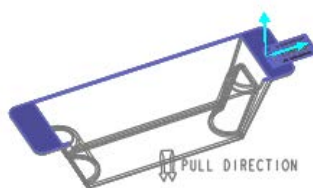

图 12.32 合并方向
- (1) 按住 Ctrl 键,选取 Step3 中创建的拉伸曲面和复制面组。
(2) 单击 **分型面** 功能选项卡 **编辑** 区域中的  合并 按钮,此时系统弹出“合并”操控板。
(3) 在“合并”操控板中单击 ,合并方向如图 12.32 所示。在“合并”操控板中单击  按钮。